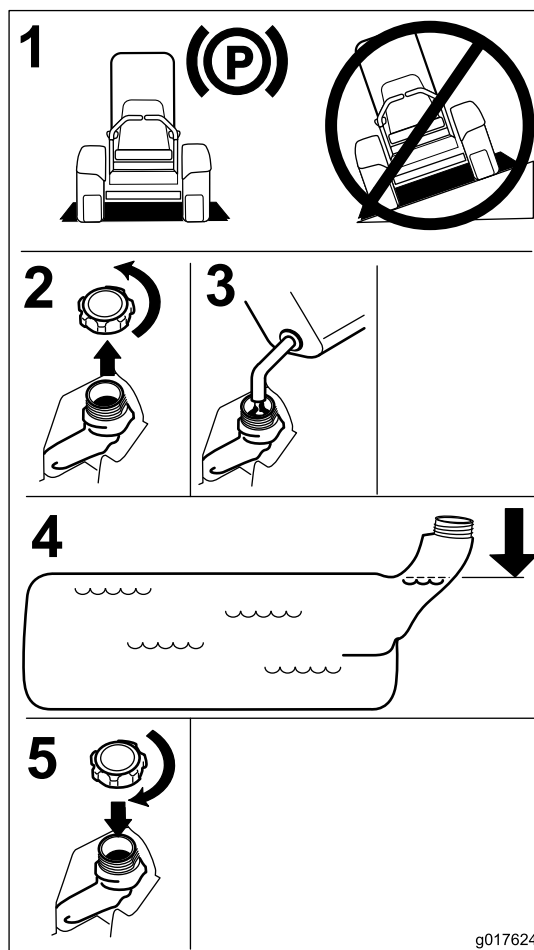

Figure 6
4. Remplissez le réservoir de carburant jusqu'à la base du goulot de remplissage. Laissez un espace vide au-dessus pour permettre à l'essence de se dilater (Figure 6).